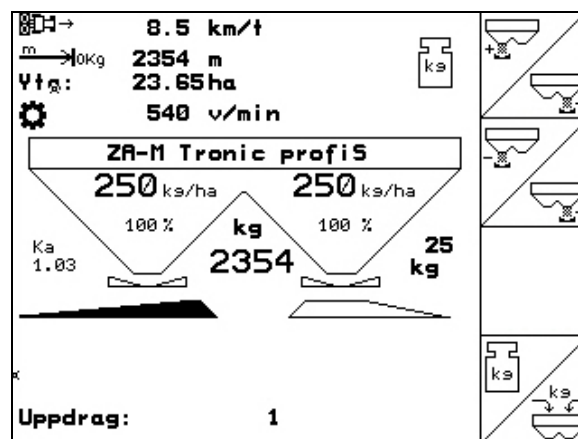

Fig. 38
- Indikeringen (Fig. 38/1,2,3) slocknar.
- Kalibreringsfaktorn som visas används för att sprida vidare (Fig. 38/1).